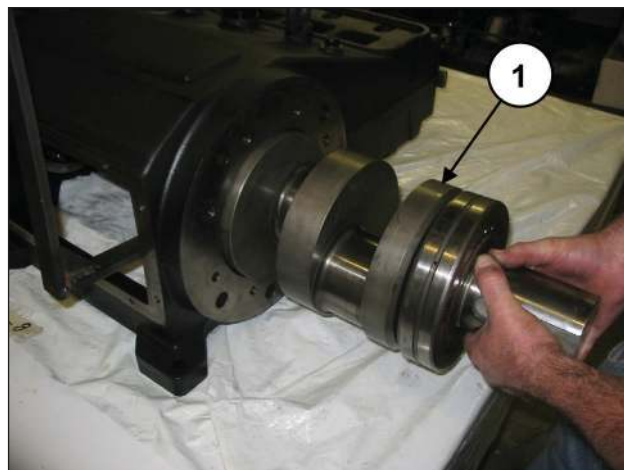

Fig. 30
Extraire le vilebrequin et le roulement (rep. ①, Fig. 30).
Monter l'arbre (rep. ①, Fig. 30) jusqu'à ce que le roulement prémontré affleure le bord du carter (rep. ①, Fig. 44).